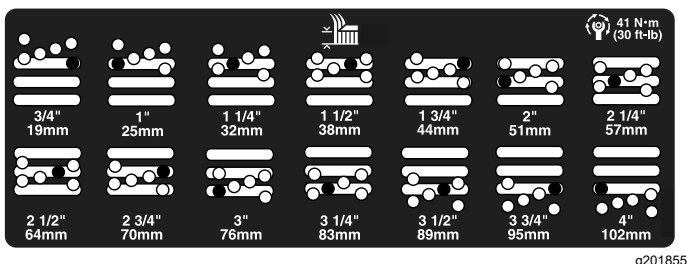

Figura 21
5. Přesuňte komoru do požadované výšky sekání a nasadte rozpěrku do určeného otvoru a drážky pro nastavení výšky sekání (Figura 21).